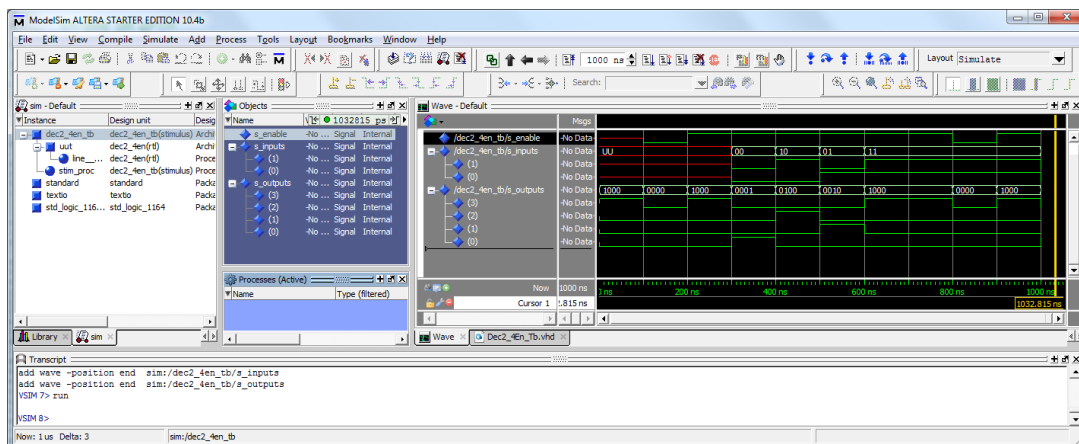

Figura 7 – Resultados de simulação do decodificador binário de 2→4 com *enable* “Dec2\_4En.vhd” com a *testbench* “Dec2\_4En\_Tb.vhd”.
11. Execute a simulação, especificando previamente o tempo pretendido (e.g. 1000 ns tal como ilustrado na Figura 7) e premindo “Run”. A janela “Wave” deve ser atualizada à medida que a simulação progride. Analise os resultados e no final feche a aplicação “Questa Intel FPGA Starter Edition” e de seguida o projeto.